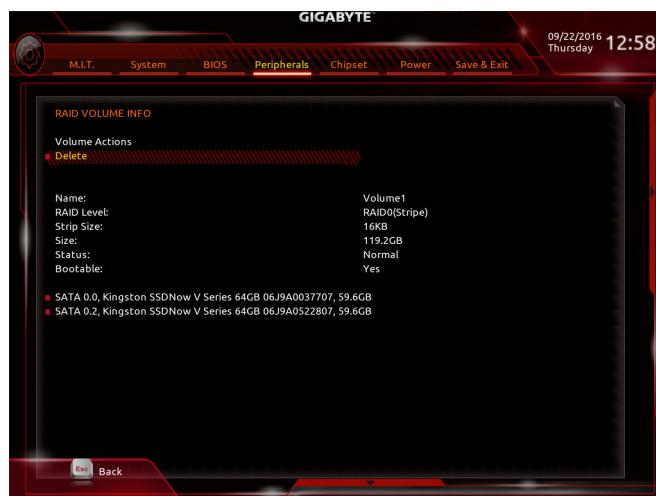

図 11
完了すると、Intel(R) Rapid Storage Technology 画面に戻ります。RAID Volumes に新しい RAID ボリュームが表示されます。詳細情報を見るには、ボリューム上で <Enter> を押して RAID レベルの情報、ストライプブロックサイズ、アレイ名、アレイ容量などを確認します(図 11)。